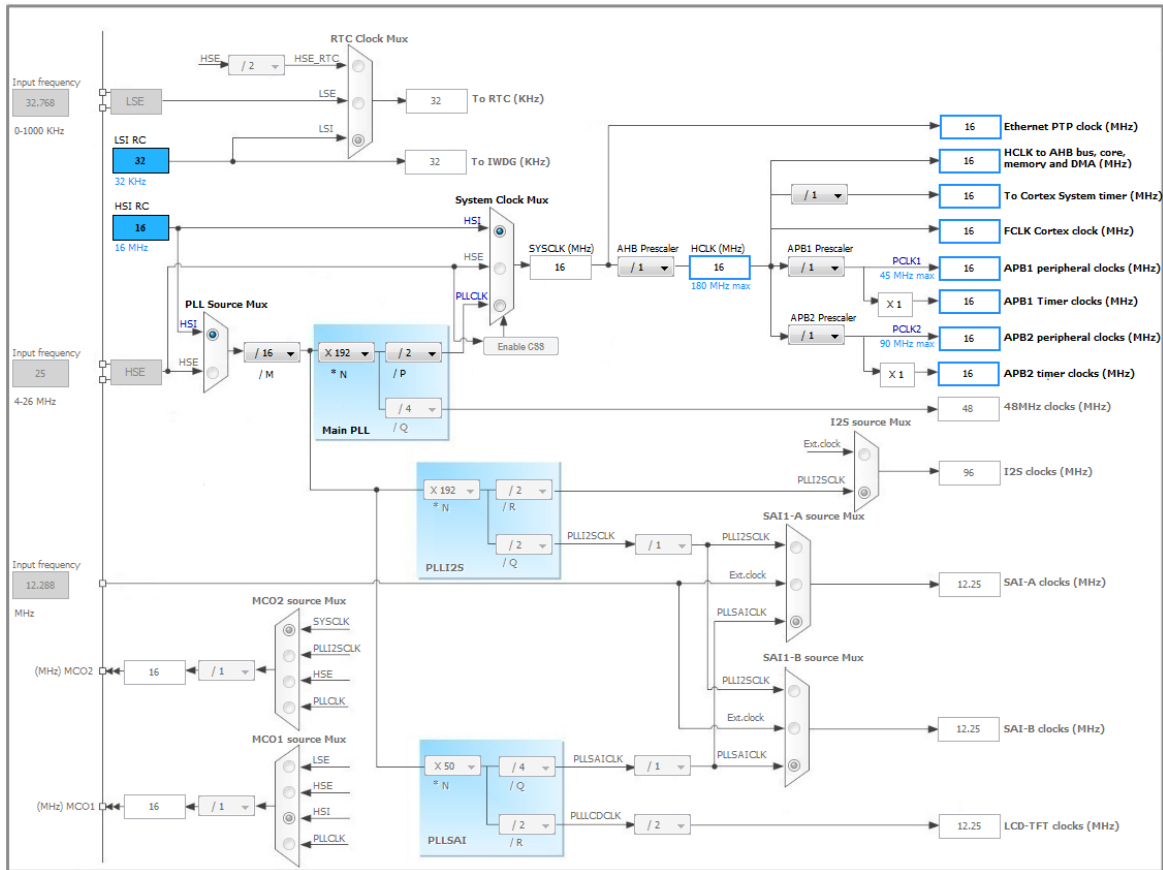

Figure 13 Clock tree view
1. Clock tree view 를 볼수 있도록 Clock configuration 탭을 클릭합니다.(Figure 13 참조)